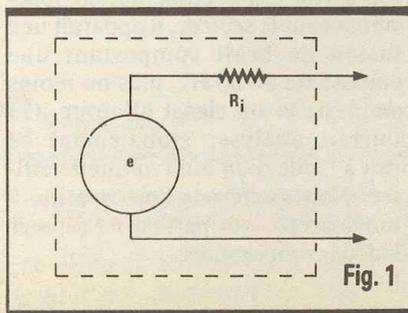

Fig. 1
Le théorème de Thévenin, qu'illustre la figure 1, fait appel à deux caractéristiques essentielles d'un générateur :
- la résistance interne,  $R_i$ , n'est pas matériellement visible. Elle découle de phénomènes divers : chimiques, électriques... Tout se passe comme si, à l'intérieur du générateur, elle était branchée en série avec la f.e.m.  $e$ , comme le montre la figure 1. D'où le théorème de Thévenin :